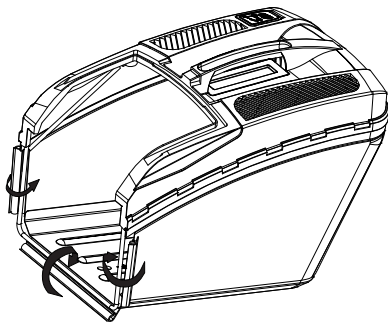

Рис. 13. Крепление нижней части травосборника
8. Закрепите нижнюю (тканевую) часть травосборника. Для этого защёлкните зацепы на рамке травосборника (Рис. 13).